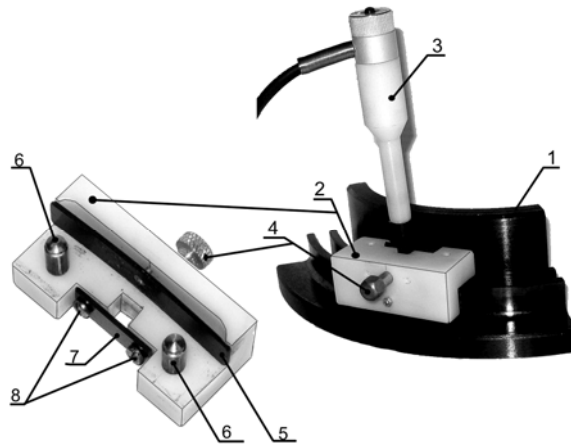

Рис. 6.9 Контроль паза П-образной формы
**6.11.1.1** Установить на бездефектный участок паза шкива (поз.1 рис.6.6) сканер (поз.2 рис.6.9) так, чтобы его резьбовые штифты с упорными роликами (поз.6 рис.6.9) располагались в пазу шкива, а упругая пластина (поз.5 рис.6.9) упиралась в наружную поверхность контролируемого шкива. При этом происходит упор роликов (поз.6 рис.6.10) во внешнюю стенку паза.
**6.11.1.2** Вывернуть винт (поз.4 рис.6.9) так, чтобы он не препятствовал установке преобразователя в сканер.
**6.11.1.3** Вставить преобразователь «Тип-Н» (поз.3 рис.6.9) в прямоугольный паз сканера до упора в дно паза шкива так, чтобы его рабочая сторона с меткой в виде белой черты была расположена к наружной стороне наружного паза. При этом преобразователь должен быть прижат при помощи пластины (поз.7 рис.6.9) к наружной контролируемой стенке паза. При отсутствии прижатия, положение преобразователя необходимо отрегулировать винтами (поз.8 рис.6.9)
**6.11.1.8** Установить вновь сканер с преобразователем на бездефектный участок паза шкива, определенный по п.6.11.1.4, и с помощью винта (поз.4 рис.6.9) отвести преобразователь от контролируемой стенки на 0,1 мм. Для этого вращать винт (поз.4 рис.6.9) до упора в корпус преобразователя, затем повернуть на 30...40°.
**6.11.1.11** Пять-семь раз выполнить пп.6.11.1.9, 6.11.1.10, изменяя каждый раз положение преобразователя при помощи винта на 30 - 40° (поз.4 рис.6.9).